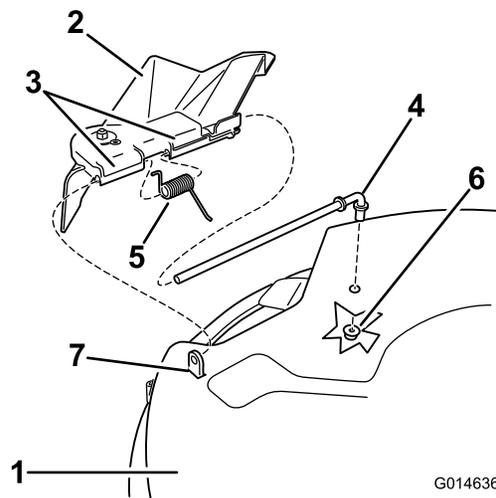

Figure 57
1. Repérez les éléments illustrés à la Figure 57.
2. Retirez l'écrou (3/8 po) de la tige, sous le tablier de coupe (Figure 57).
3. Sortez la tige de la courte cheville de positionnement, du ressort et du déflecteur d'herbe (Figure 57).
5. Remettez en place le déflecteur d'herbe (Figure 57).
7. Placez le ressort sur la tige, les fils d'extrémité dirigés vers le bas, entre les supports du déflecteur d'herbe. Insérez la tige dans le deuxième support du déflecteur d'herbe (Figure 57).
9. Fixez l'extrémité arrière de la tige dans le tablier de coupe à l'aide d'un écrou (3/8 po), comme montré à la (Figure 57).